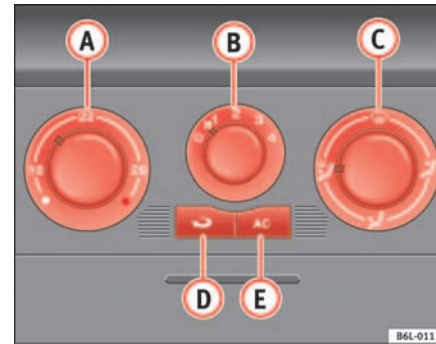

Abb. 88 In der Instrumententafel: Bedienelemente Klimaanlage
- Mit den Reglern \Rightarrow Abb. 88 A und C und mit dem Schalter B stellen Sie die Temperatur, die Gebläsestufe und die Luftverteilung ein.